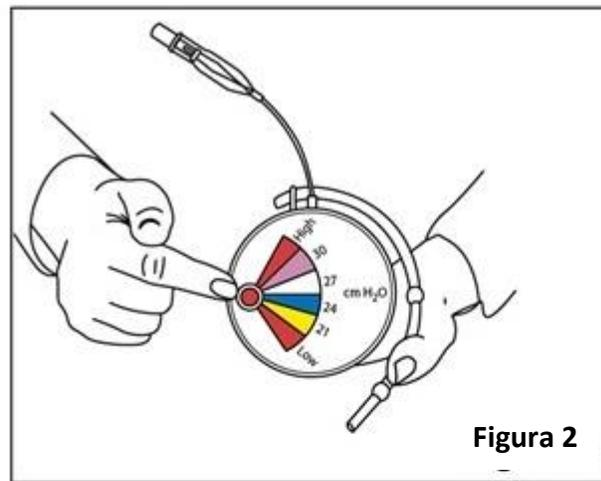

Figura 2
- 1.3. Aparecerá una luz roja parpadeante, que indica que la presión está por debajo de 20 cmH₂O (“Low”= “Baja”). [Figura 2].